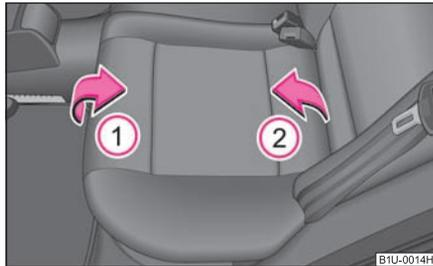

Fig. 64 Rabattre l'assise
- Lever l'assise du siège en la tirant dans le sens de la flèche ① et la rabattre vers l'avant dans le sens de la flèche ② ⇒ fig. 64.